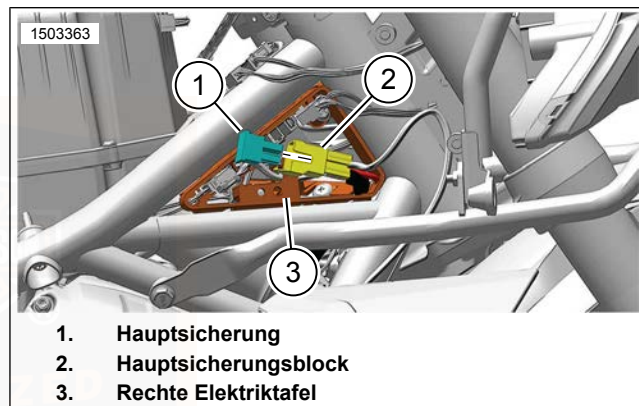

Abbildung 84. Hauptsicherung – Lage
3. Den Hauptsicherungsblock (2) von der rechten Elektriztafel (3) entfernen.
4. Siehe Abbildung 84. Die Hauptsicherung (1) ausbauen.
1. Siehe Abbildung 84. Die Hauptsicherung (1) einbauen.
2. Den Hauptsicherungsblock (2) in die rechte Elektriztafel (3) einbauen.